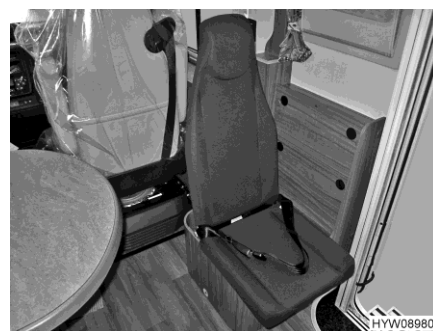

Fig. 25 Sedile installabile (aperto)
- Abbassare il piano di seduta (Fig. 25).